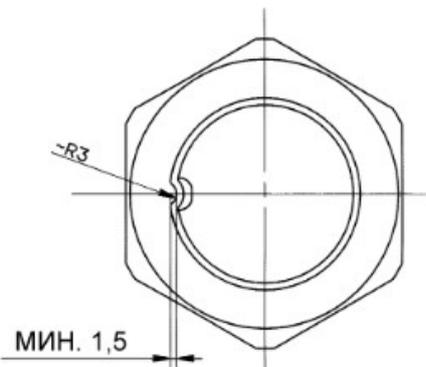

Рис. 6.21. Фиксация стопорной гайки
11. Выполнить протяжку гаек рулевых наконечников с моментом 6..8 кгс\*м и гайки крепления сошки с моментом 31,6...33,7 кгс\*м. Закернить стопорную гайку, как показано на Рис. 6.21.